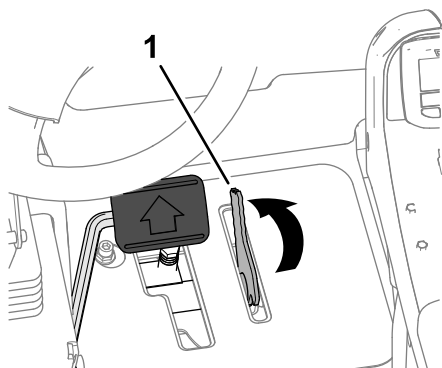

Рисунок 56
3. Ногой переведите рычаг ограничителя скорости скашивания вперед, в положение СКАШИВАНИЕ (Рисунок 56).